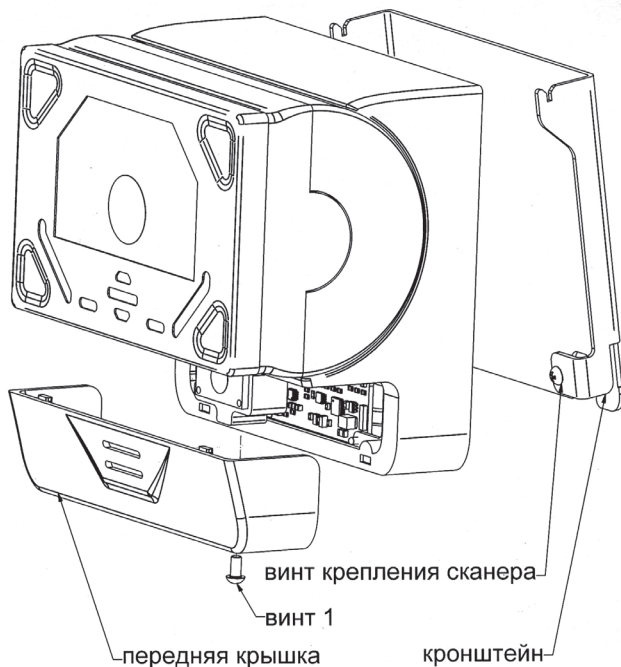
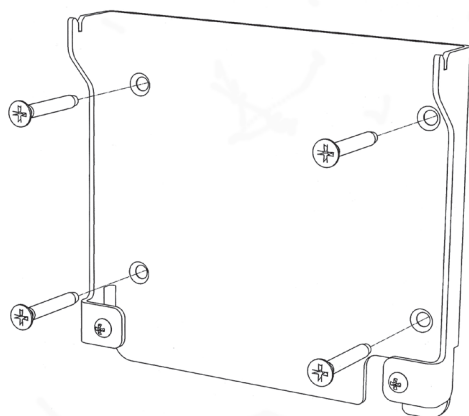

Рисунок 4. Схема крепления иридосканера
Рисунок 5. Схема крепления иридосканера
– после подключения питания и управляющего соединительного шнура установите иридосканер на кронштейне (рис.5). Для этого заведите в пазы крепления ответные части на корпусе при наклоненном положении корпуса, переведите его в вертикальное положение, подтяните два винта крепления сканера и установите переднюю крышку, зафиксировав ее винтом 1 (рис. 4).